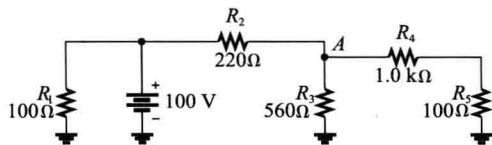

图 6-70
- 对于图 6-70 的下列故障，试确定在节点 A 测得的电压：